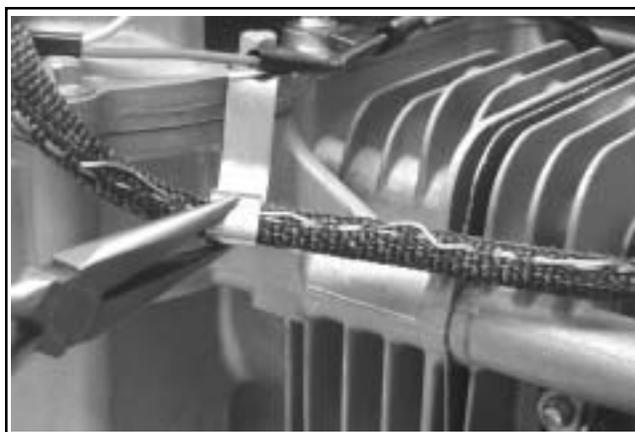

Figura 10-50. Serraggio del fermo intorno alla schermatura.
7. Se è presente un cavo schematico della candela a soppressione RFI, fissarlo al fermo in modo che i fili intrecciati siano a diretto contatto con il fermo quando è chiuso. Chiudere il fermo con cautela con un paio di pinze in modo da ottenere un gioco di **0,127 mm (0.005 in.)** tra le estremità. **Non** schiacciare o appiattire il fermo. Vedere Figura 10-50.